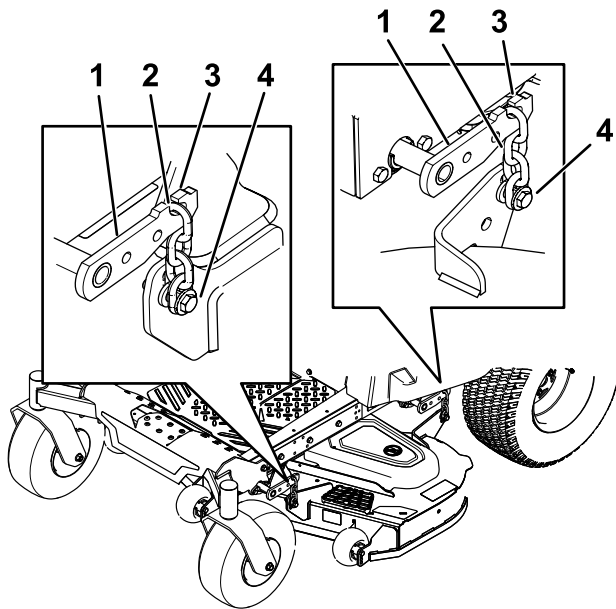

Bild 77
8. Entfernen Sie die Ketten von den Haken an den Mähwerkhubarmen (Bild 77).
6. Heben Sie das Heck des Mähwerks an und befestigen Sie die Ketten an den Mähwerkhubarmen (Bild 77).
7. Befestigen Sie die vorderen Ketten an den vorderen Hubarmen (Bild 77).